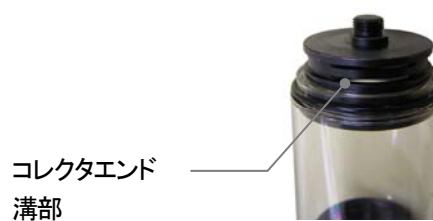

図7-12
(3)コレクタエンド溝部も エアガン等でエアを吹付け 清掃してください。(図7-12)